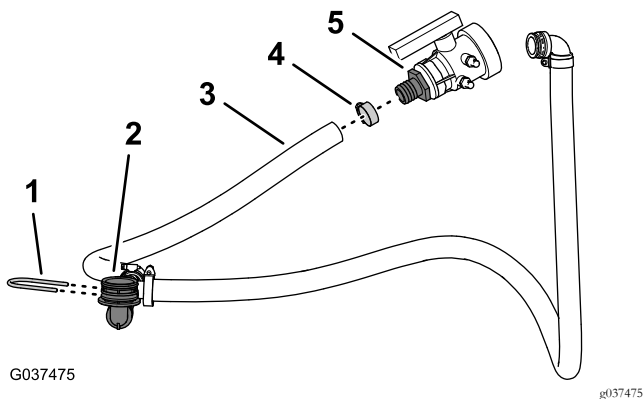

Figura 31
6. Rimuovete la fascetta stringitubo che fissa il raccordo dentellato della valvola di spurgo al flessibile di spurgo e rimuovete il raccordo dal flessibile (Figura 31).